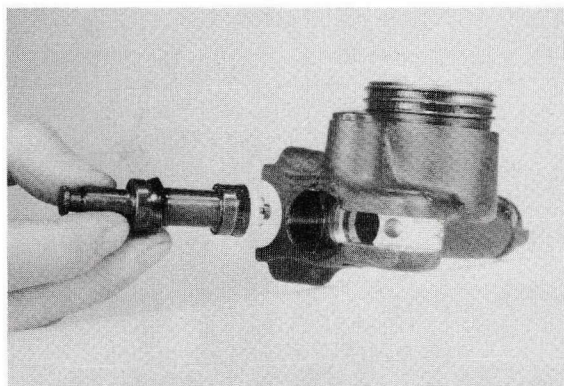

Fig. 3-3-36
- 8) Avlägsna kolven. Observera att fjädern ligger kvar i cyllindern. (Se Fig. 3-3-36 och 3-3-37)
- 8) Tag stemplet ud. (Bemærk at fjederen forbliver i cyllindern. (Fig. 3-3-36 og 3-3-37)